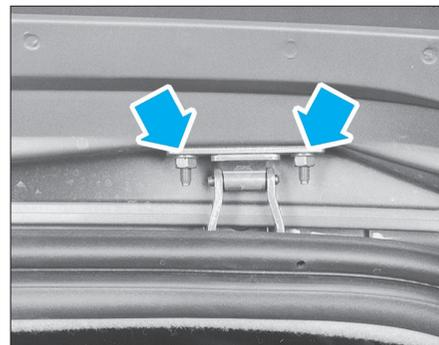

Fig. 47
- Déposer les vis de fixation du hayon puis déposer celui-ci (Fig.47).